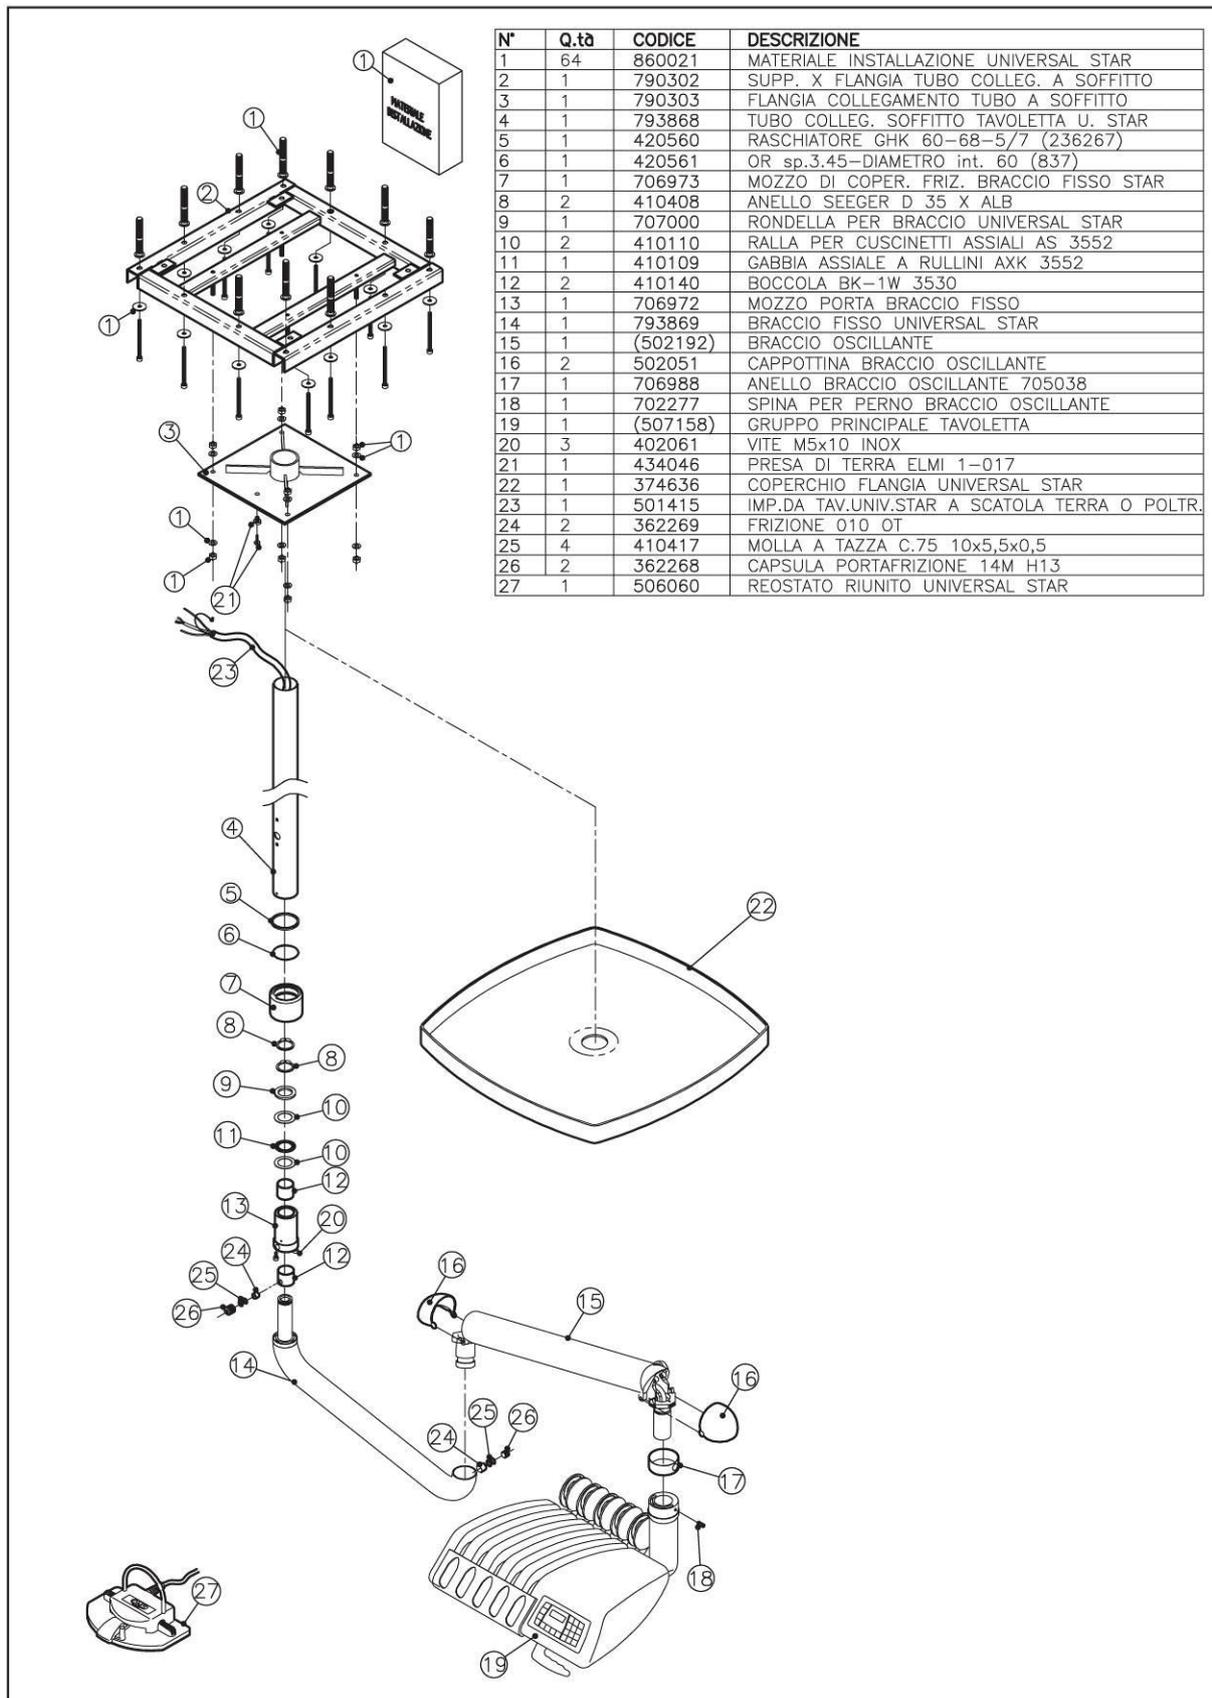
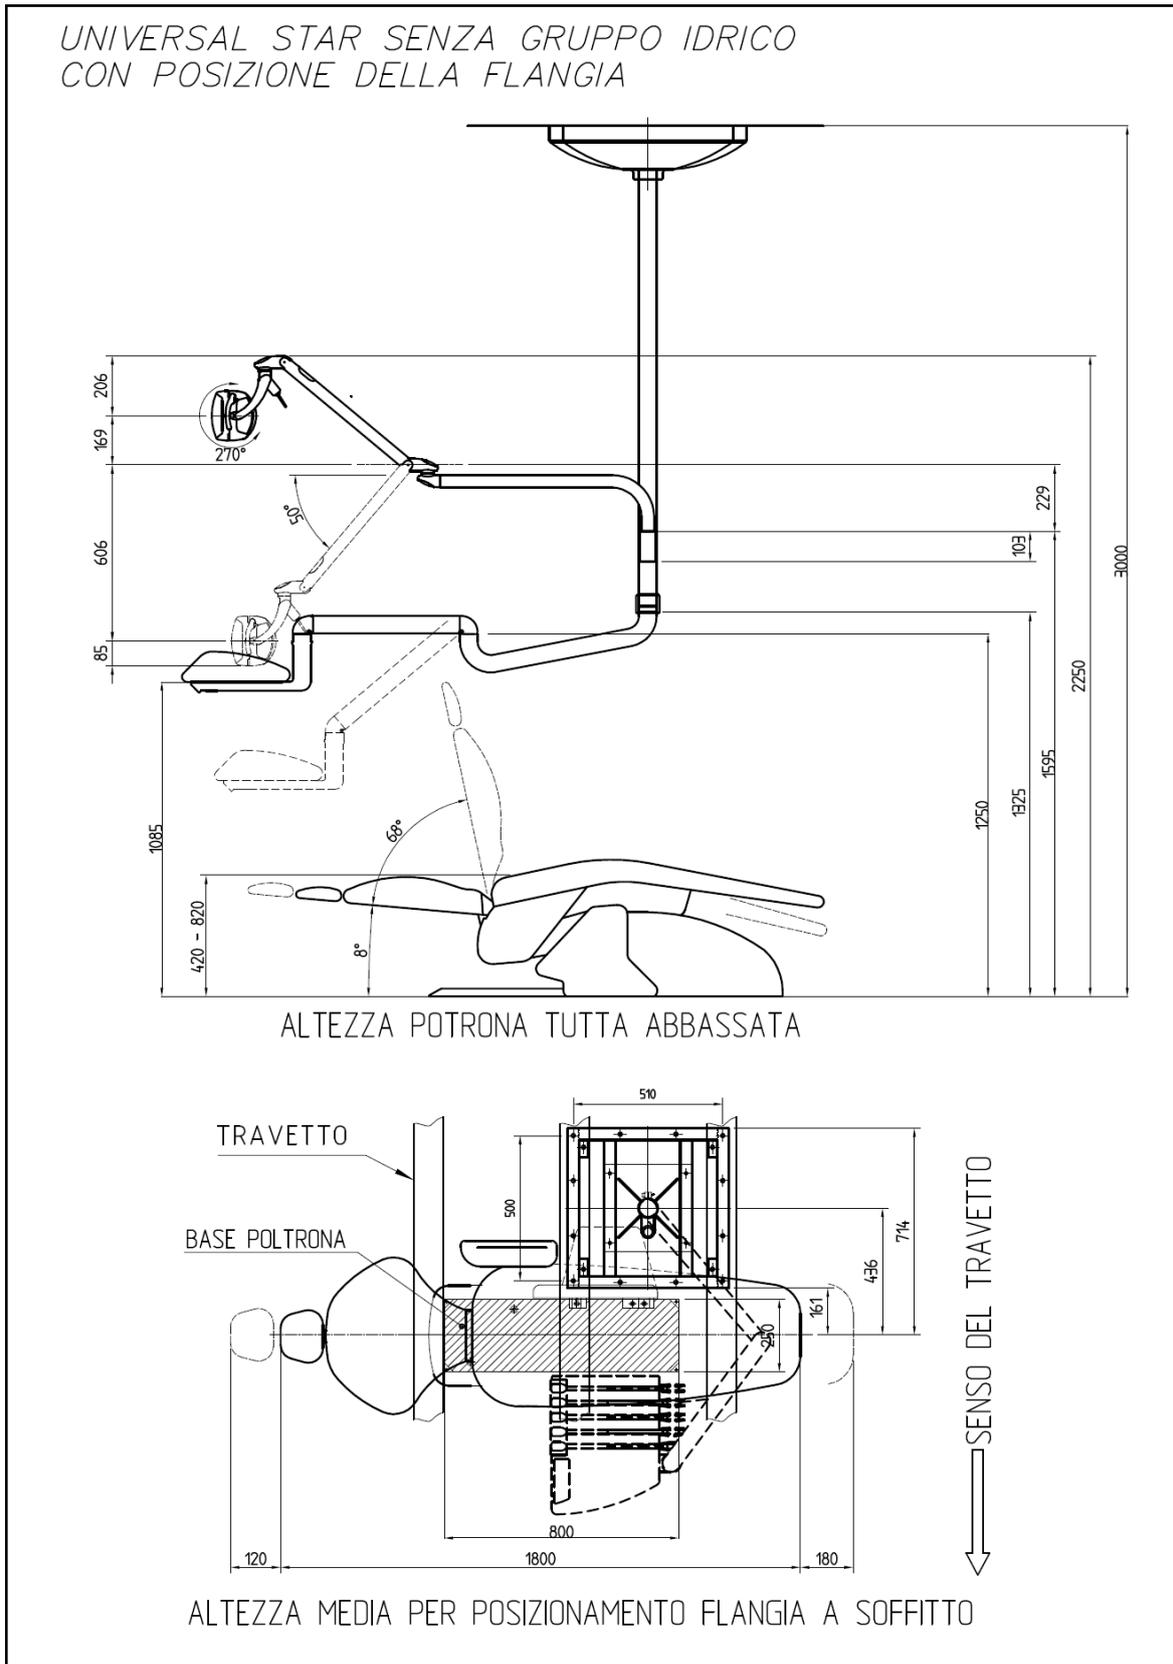

Fig. 1.
Fig. 2.
5. Ad installazione ultimata la tavoletta strumenti deve trovarsi all'altezza indicata in **fig.2,3,4** pertanto se necessario il tubo di sostegno (4) in **fig.1**, deve essere accorciato in funzione dell'altezza del punto di fissaggio sul soffitto.
10. Il supporto della flangia di sostegno a soffitto (2) ha una dimensione di 55 x 55cm. Nel caso di solaio in laterocemento (i più comuni) l'ancoraggio al soffitto è possibile solo se l'interasse dei travetti in calcestruzzo è inferiore ai 50cm, nel caso di solaio in cemento armato non ci sono limitazioni.
12. Per il passaggio degli impianti dal pavimento alla flangia (2) deve essere presente un tubo diametro 40mm, interno alla muratura, o in alternativa una canalina rettangolare esterna che garantisca una superficie equivalente o superiore ad un tubo diametro 40mm.
- a. Stabilire il punto di fissaggio con riferimento la canalina di passaggio dell'impianto a soffitto ed il centro della poltrona, con riferimento le **fig. 2,3,4,5,6** in funzione della versione da installare.
- b. La flangia a soffitto va posizionata in modo che due lati siano sovrapposti ai travetti in calcestruzzo (se presenti), in questo modo l'ancoraggio di 8 barre filettate avviene sui travetti. Prima di procedere al punto successivo separare la flangia a soffitto (2) dalla flangia tubo (3).
- c. Utilizzando come guida la flangia (2) o la dima, eseguire due fori con la punta d.12 in diagonale nel punto preciso di posizionamento definitivo, appoggiare la flangia ed ancorare le due barre filettate come indicato al punto **d.**, facendo attenzione di applicare il carico dopo aver atteso il tempo adeguato in funzione della temperatura del supporto. Con la flangia posizionata effettuare i rimanenti dieci fori. Togliere la flangia ed ancorare le barre filettate come indicato al punto **d.**, facendo attenzione di applicare il carico dopo aver atteso il tempo adeguato in funzione della temperatura del supporto. Montare la flangia su tutti i 12 punti di ancoraggio previsti, punto **d.** . Per questi fori montare esclusivamente i tasselli uniti alle rondelle, barre filettate e dadi in dotazione (1). Il dado va unito alla rondella, per il fissaggio degli stessi, utilizzare una chiave a tubo da 13mm.
- b. Introdurre i primi quattro dadi e le rondelle sulle viti della flangia a soffitto (2).
- c. Inserire la flangia attacco colonna (3) sulle viti della flangia a soffitto (2).
- e. Osservare la **fig.1** per la sequenza corretta di montaggio delle rondelle e dei dadi sopra descritti.
- f. Regolare la perpendicolarità della colonna agendo sui dadi e bloccare la flangia (3) con i dadi.
- 7. Far aderire la plafoniera (22) al soffitto e fissare le quattro viti in dotazione**